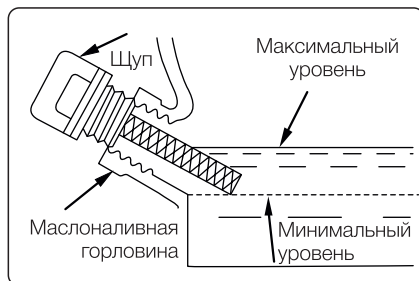

РИС.5
6. Право́й рукой возьмитесь за рукоятку стартера о сопротивления и выберите свободный ход шнура, затем сделайте несколько энергичных рывков шнура до первых признаков запуска двигателя (Рисунок 5).
7. Запустите двигатель рывком за рукоятку стартера (1-3 рывка) (Рисунок 5).